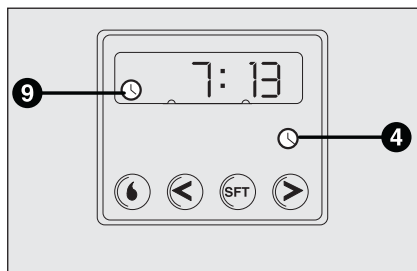

fig. 57
- ☐ Appuyer sur le bouton 4: l'écran et le témoin s'allumeront 9-fig. 57.
Lecture de l'heure courante fig. 57